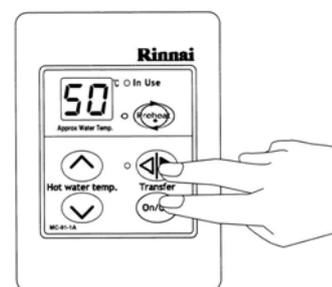

fig. 1
PASO 1: Sobre el comando remoto Master pulse y mantenga pulsados a la vez los botones **Transfer** y **ON/OFF** (fig.1) hasta que se oiga un pitido.